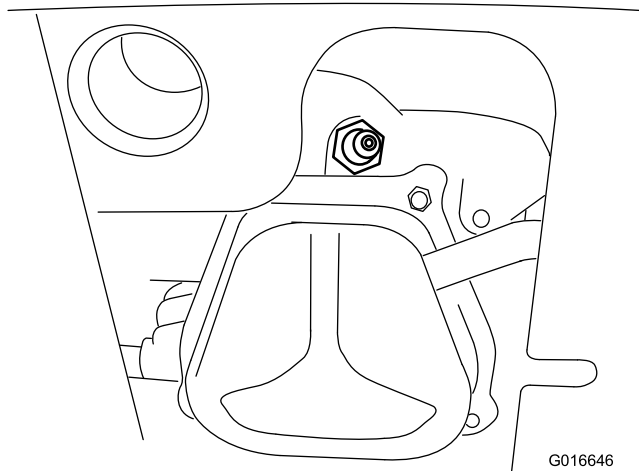

**Figura 35**
1. Togliete la guaina (Figura 35).